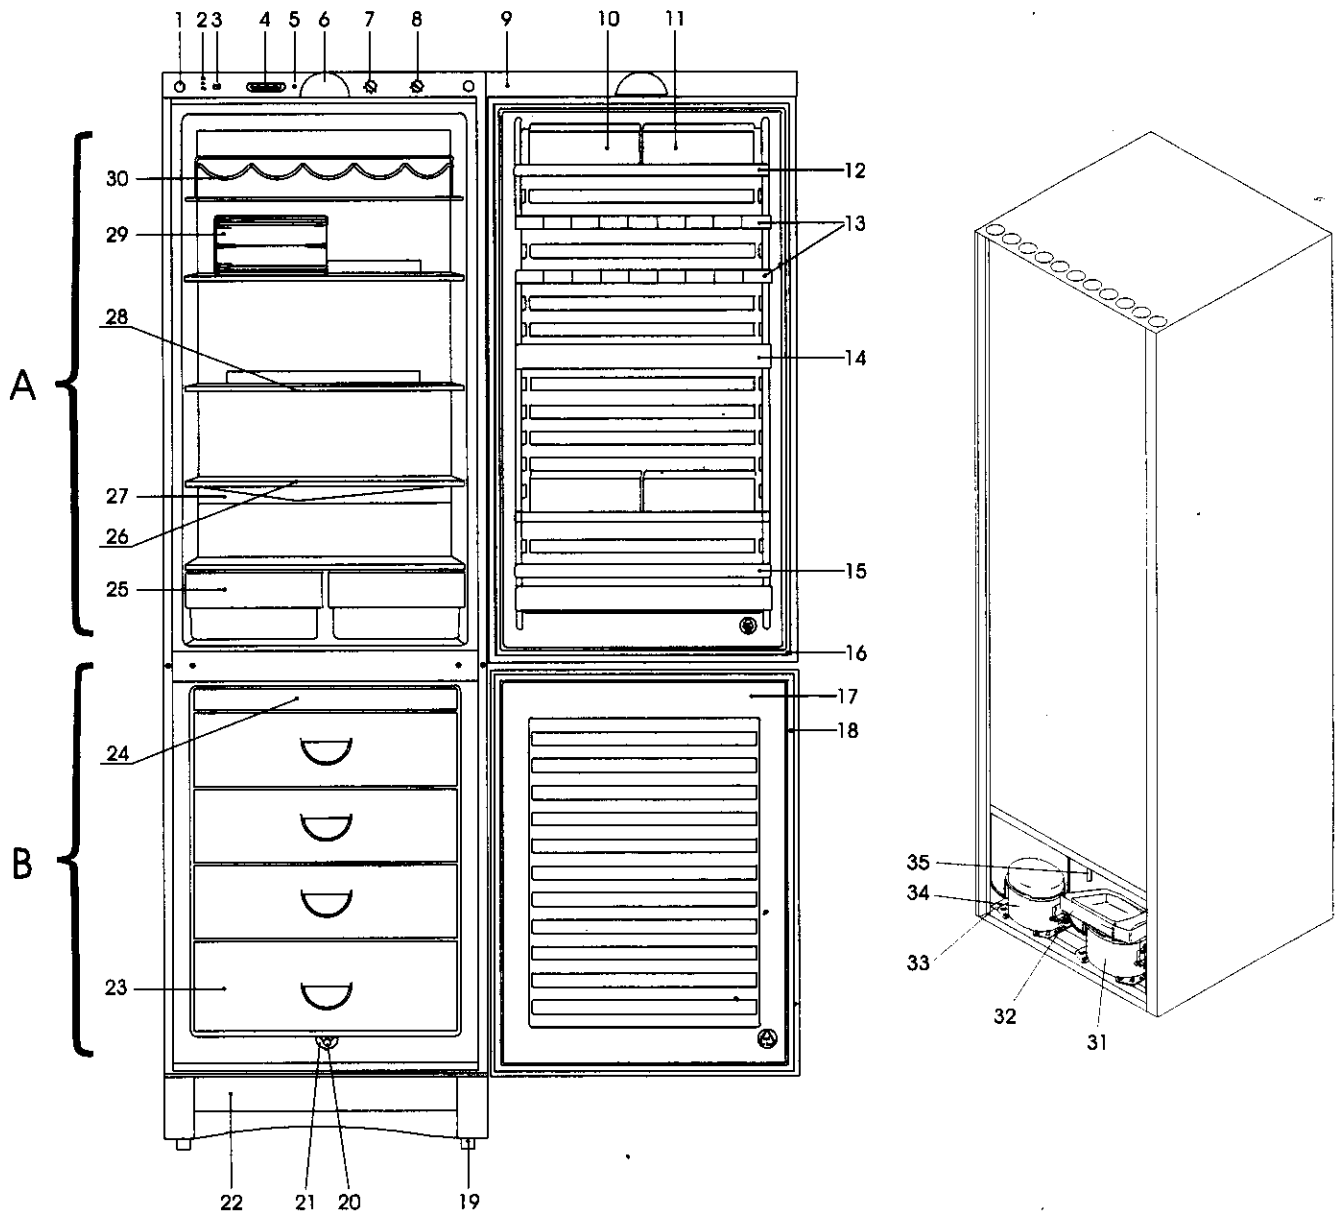
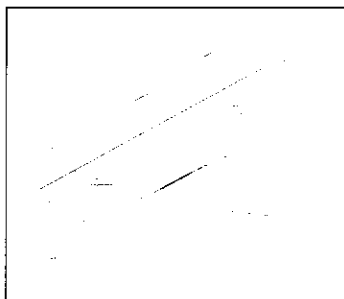
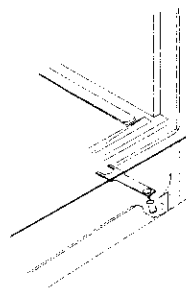

Рис.1. Схема расположения камер холодильника и его комплектующих:
Рис.3.
Рис.4.
1.2. Комбинированный холодильник - морозильник состоит из двух камер: холодильной (А) и морозильной (В) рис. 1., которые оснащены отдельными компрессорами (рис. 1а) и системой автоматики (рис. 6). Включать и пользоваться холодильной и морозильной камерой можно по отдельности, независимо друг от друга.
Рис.1 а. Вид сзади.
4.9. В процессе эксплуатации или уборки прибора, а также уборки помещения не допускайте попадания влаги на компрессор и реле (см. Рис. 1а).
5.2. Установите прибор на полу ровно, регулируя передние опоры, для чего необходимо снять декоративную панель. Большими пальцами обеих рук нажмите на панель сверху. Остальными пальцами захватите панель за выступ снизу и с усилием вытащите её на себя, (рис. 3). Для облегчения закрывания дверей и более плотного их прилегания к шкафу можно установить его с небольшим наклоном назад, регулируя опоры, с помощью специального ключа (рис. 4). Диапазон регулирования ограничен конструкцией опор. Задние опоры не регулируются. Они выполнены в виде роликов (рис. 1а) и служат для облегчения перемещения прибора.
Овощи и фрукты храните в специальных ящиках (рис. 1), расположенных в нижней зоне холодильной камеры. Оптимальные сроки хранения свежих продуктов в холодильной камере приведены в таблице:
6.10. Для удобного размещения продуктов в высокой посуде предусмотрена перестановка полок по высоте. Полка холодильника выдерживает распределенный вес не более 35 кг. Полки двери также можно перестанавливать (см. рисунок 1). Обратите внимание на то, что нижние полки по глубине больше, чем верхние. Установка этих полок, вместо верхних, может привести к тому, что дверь холодильной камеры не будет закрываться. Кроме этого, следует обратить внимание на пластмассовые накладки полок. Передние накладки полки имеют одинаковую форму. Задние имеют два вида: овальные (для нижних полок) и с барьером (для верхних полок, установленных перед испарителем). Неправильная установка полок может привести к поломке накладок.